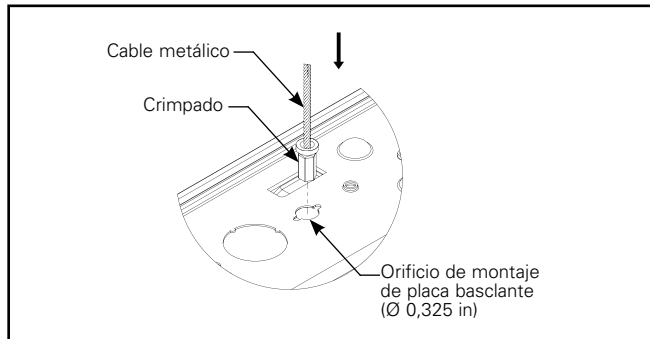

Figura 4.1.
- Inserte el cable metálico con la tuerca de crimpado en el orificio (0,35 in) de la canal (Figura 4.1).